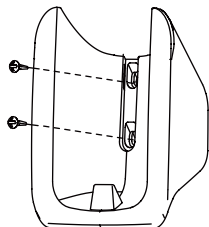

Figura 3
1. Utilice los tornillos (accesorios) para fijar y asegurar el soporte del control remoto en una posición estable (vea la Figura 3);